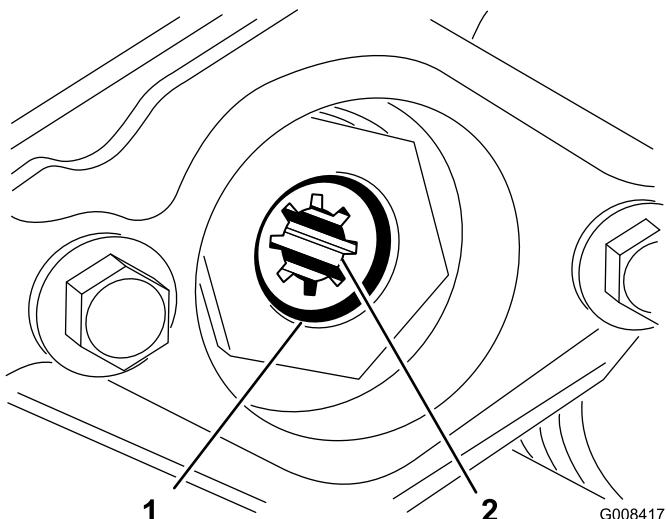

Figura 15
3. Vite a testa esagonale (2)
- D. Togliete l'anello a scatto che fissa l'accoppiamento della trasmissione nel tubo del cilindro (Figura 15). Rimuovete l'accoppiamento della trasmissione.